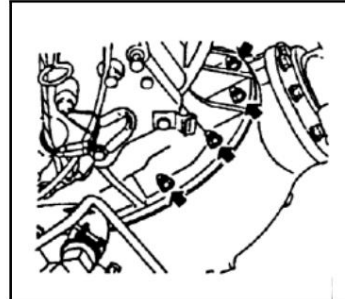

Figura 5-3
- 11) Retire la tuerca de retención entre la carcasa del eje y el diferencial (vea la figura 5-3).